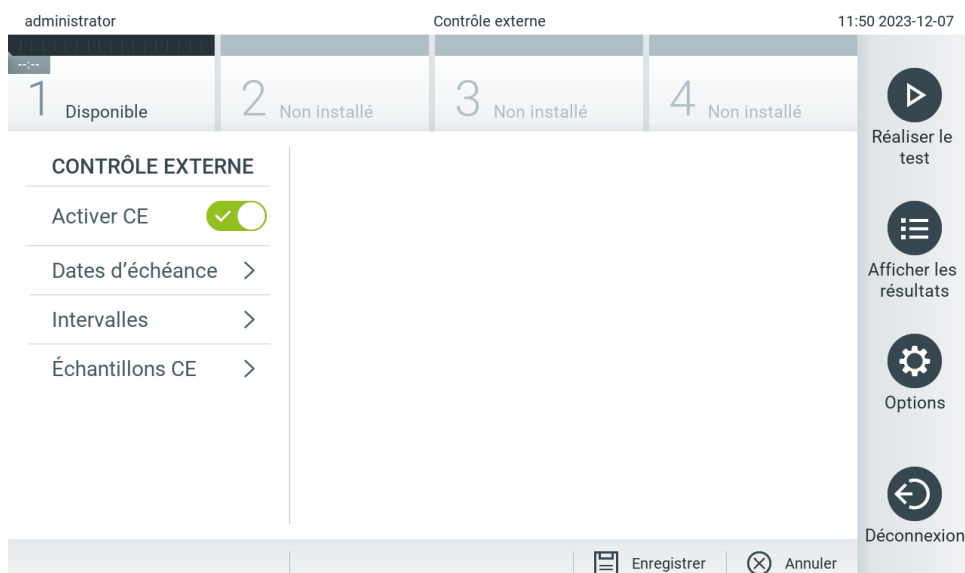

Figure 76. L'écran de contrôle externe.
- Sélectionnez **Due Dates** (Dates d'échéance) et ensuite un dosage dans la liste pour voir quand le dernier test de contrôle externe a été effectué par dosage et module analytique et quand le prochain test de contrôle externe est dû (figure 76).